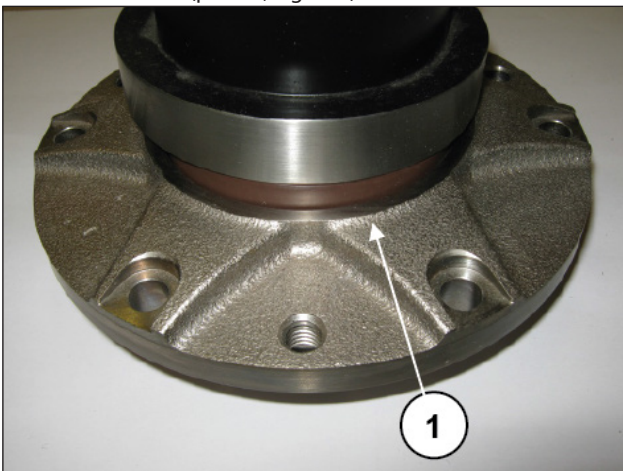

Fig. 117
Pré-monte as coberturas do rolamento PTO direito e esquerdo: Insira o anel de estanqueidade radial no interior da cobertura do rolamento PTO (pos. ①, Fig. 117).